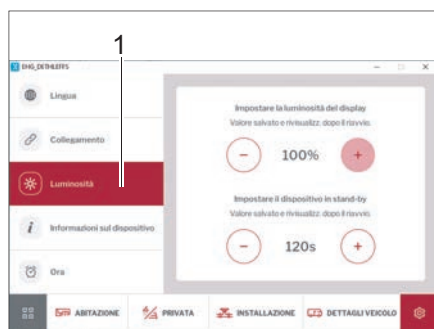

Fig. 268 Luminosità
- Digitare il pulsante *Luminosità* (Fig. 268,1).